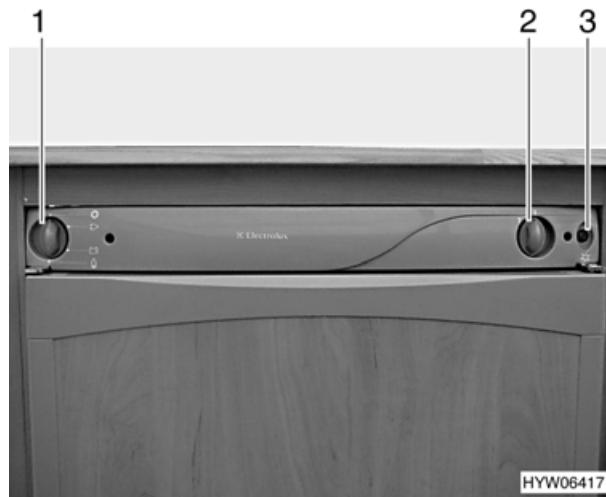

Bild 78 Bedienelemente für Kühlschrank (Variante 1)
- Energie-Wahlschalter (Bild 78,1) auf Gas ⚡ stellen.
- Drehregler (Bild 78,2) drücken und gedrückt halten. Die Gaszufuhr ist geöffnet. Der Zündvorgang erfolgt automatisch. Die Kontroll-Leuchte (Bild 78,3) blinkt und ein tickendes Geräusch ist hörbar, bis der Zündvorgang erfolgreich abgeschlossen ist.
- Drehregler (Bild 78,2) noch 10 bis 15 Sekunden gedrückt halten, dann loslassen. Falls die Flamme erlischt, wiederholt das Zündgerät automatisch den Zündvorgang.
- Energie-Wahlschalter (Bild 78,1) auf 0-Stellung drehen. Das Gerät ist abgeschaltet.
- Energie-Wahlschalter (Bild 78,1) auf 230-V-Betrieb  stellen.
- Kühltemperatur mit dem Drehregler (Bild 78,2) einstellen.
- Energie-Wahlschalter (Bild 78,1) auf 12-V-Betrieb  stellen.